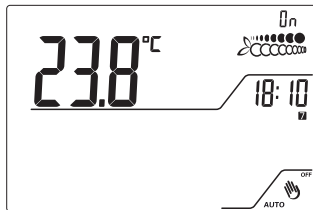

Fig.23
5.4.2 Per attivare nuovamente il dispositivo premere il tasto  ^{OFF} per almeno 4 secondi. Sul display compare la scritta **On** per 3 secondi. Fig.23